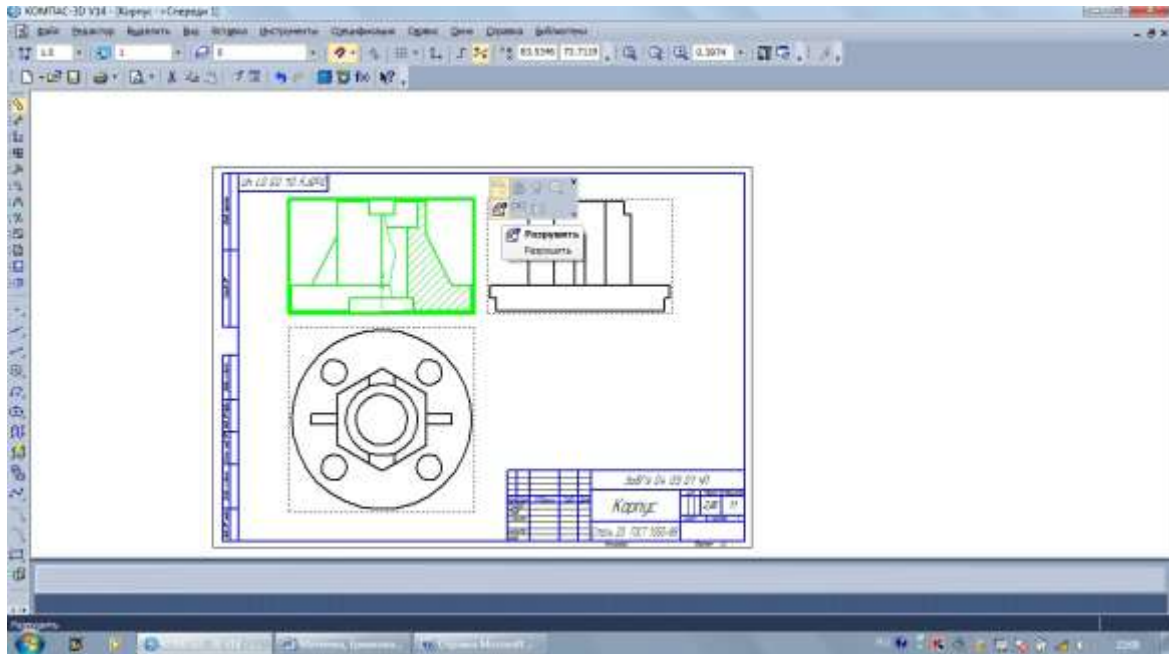

Рис. 6. Выбор команды *Разрушить*
6. Разрез построен (рис. 6). Далее необходимо отредактировать фронтальный разрез, т. к. в соответствии с ГОСТ 2.305-2008 ребро в продольном разрезе не штрихуется. Для этого щелкните левой кнопкой
мыши на границе главного вида и в открывшейся **Компактной панели** выберите команду **Разрушить** (рис. 6).